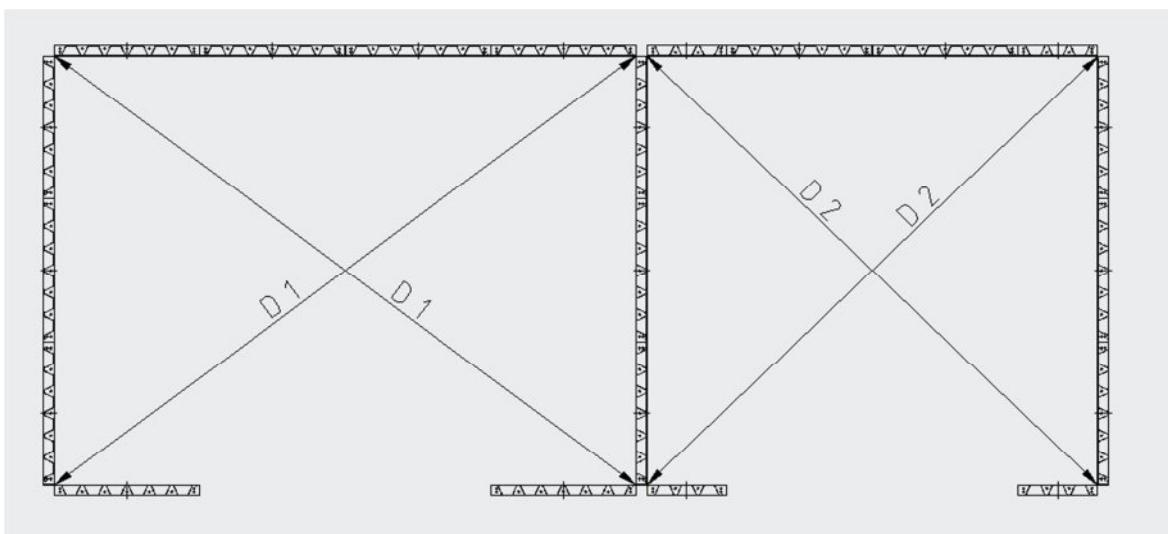

Bild 11 Maß- und Winkelkontrolle diagonal
3.2.2 Auf Bodenplatte Silo- Innenkonturen einmessen und anreissen. Dabei über die Kontrolle der Diagonalen die rechten Winkel der Anlage sicherstellen (siehe Bild 11).